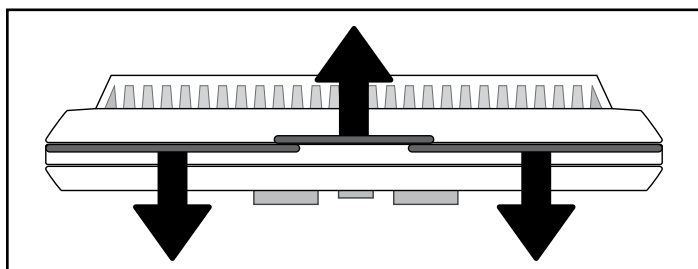

Figure 20.1
1. Séparer le corps du thermostat de la plaque de montage en tirant délicatement les deux pièces en les éloignant (Figure 20.1).